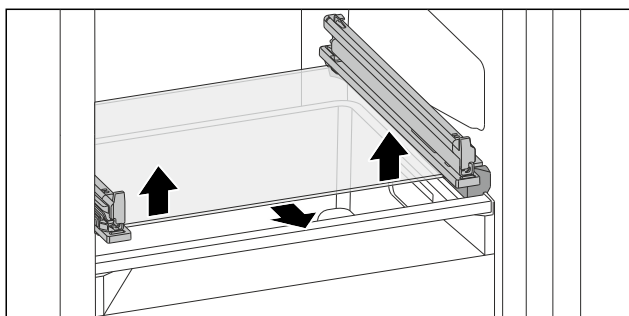

Fig. 107 Skleněná deska odklápěcí zásuvky
- Vytlačte skleněnou desku zdola na obou stranách nahoru. (viz Fig. 107)